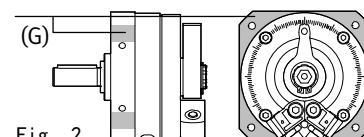

Fig. 2
1. 请检查是否有必要要在 DSM 的安装法兰上增加钻孔。灰色位置 (G) (Fig. 2) 标出了可以在 DSM 上增加钻孔的区域 (例如: 用于承接定位销)。